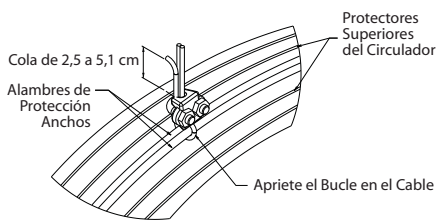

Figura 4 — Detalle de la Abrazadera de Cables
1. Con un extremo del cable, rodee los alambres de mayor diámetro tanto del protector delantero como del protector trasero como se muestra en la Figura 4.